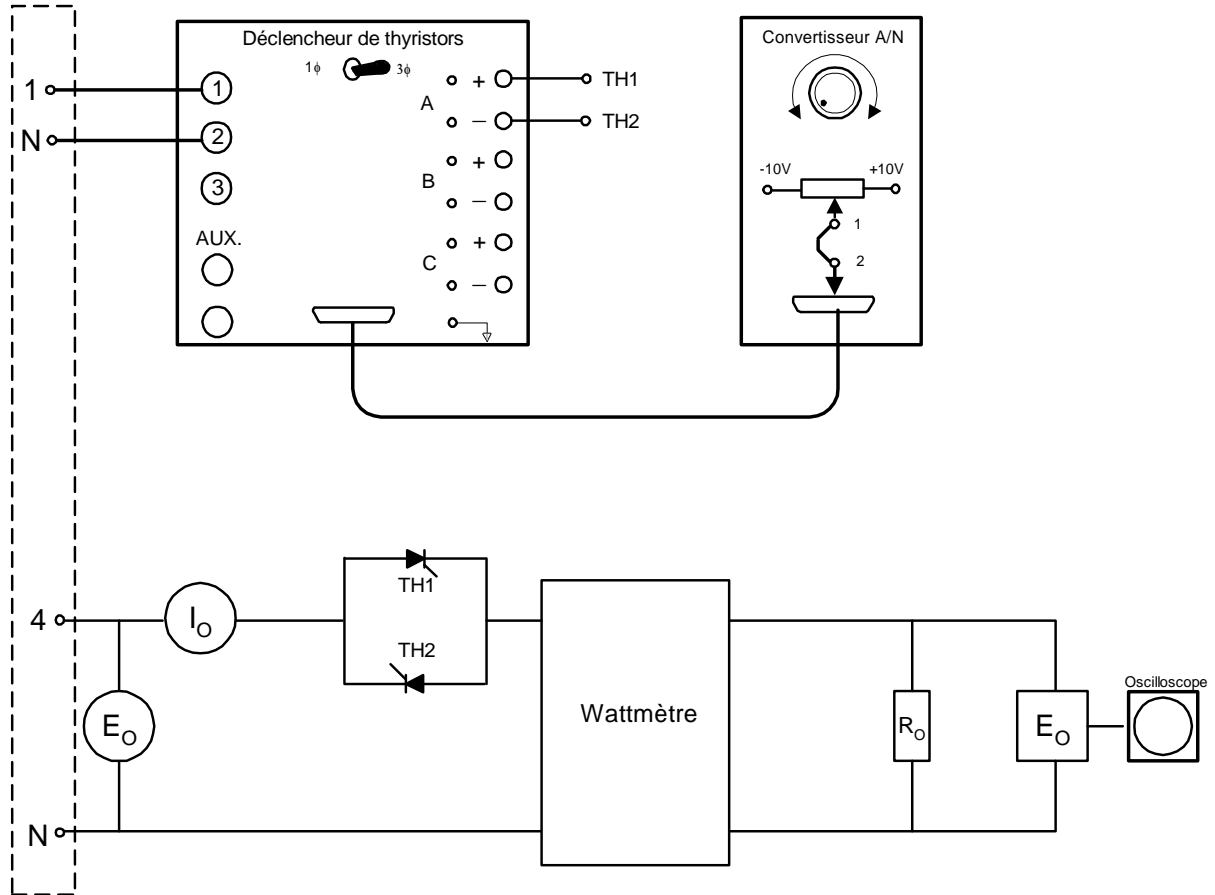

FIGURE 3-1
- Montez le circuit de la Figure 3-1 et assurez-vous que le commutateur du déclencheur est en mode 1 ϕ . Branchez une charge de 220 ohms.